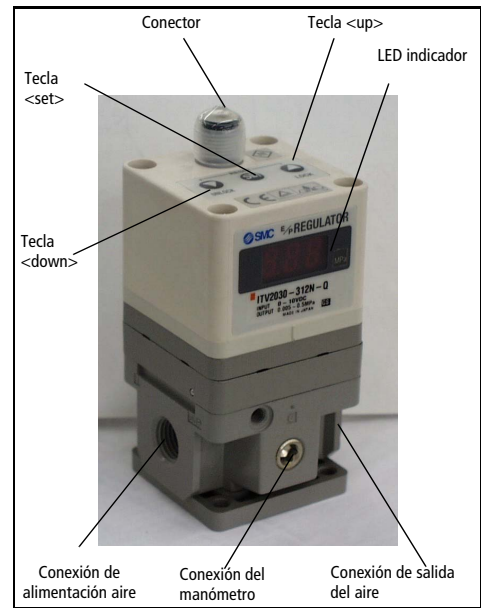
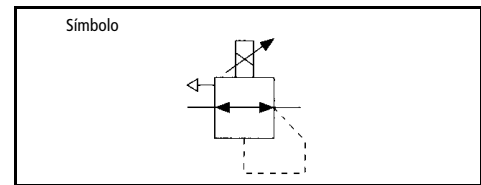

Fig. 1
Fig. 2
- Para ajustar la presión mínima (en el indicador LED aparece F-1) utilice las teclas up/down (Fig 1) luego presione la tecla 'Set' (Fig 1) para 'fijar' el ajuste.
- Para ajustar la presión máxima (en el indicador LED aparece F-2) utilice las teclas up/down (Fig 1) luego presione la tecla 'Set' (Fig 1) para 'fijar' el ajuste.
- Para ajustar la salida digital 1 (en el indicador aparece P-1) utilice las teclas up/down (Fig 1) luego presione la tecla 'Set' (Fig 1) para 'fijar' el ajuste.
- Para ajustar la salida digital 2 (en el indicador aparece P-2) utilice las teclas up/down (Fig 2) luego presione la tecla 'Set' (Fig 1) para 'fijar' el ajuste.
Tras conectar la alimentación, las teclas se bloquean y no son utilizables. 'Loc' Si se presiona cualquier tecla, en el display (Fig.1) parpadea la indicación 'Loc'.
- 1) Presione la tecla 'Down' (Fig 1) durante más de 2 segundos.
- 3) Presione la tecla 'set' (Fig 1) para bloquear.
Nota: Para anular, presione la tecla 'Up' (Fig 1).
- 1) Presione la tecla 'Up' (Fig 1) durante más de 2 segundos.
- 3) Presione la tecla 'Set' (Fig 1) para bloquear.
Nota: Para anular, presione la tecla 'Down' (Fig 1).
Si el equipo ITV2000 detecta alguna anomalía el indicador LED (Fig 1) muestra 'Er' seguido de un código. Desconecte la alimentación, averigüe el problema y resuélvalo. Tras corregir el fallo, reinstaure la alimentación eléctrica.
Presione las teclas 'Up' y 'Down' (Fig 1) conjuntamente durante más de 3 segundos. El indicador muestra 'RES'. Para que las presiones mínima y máxima y las salidas digitales P1 y P2 vuelvan a su condición inicial, libere las teclas.